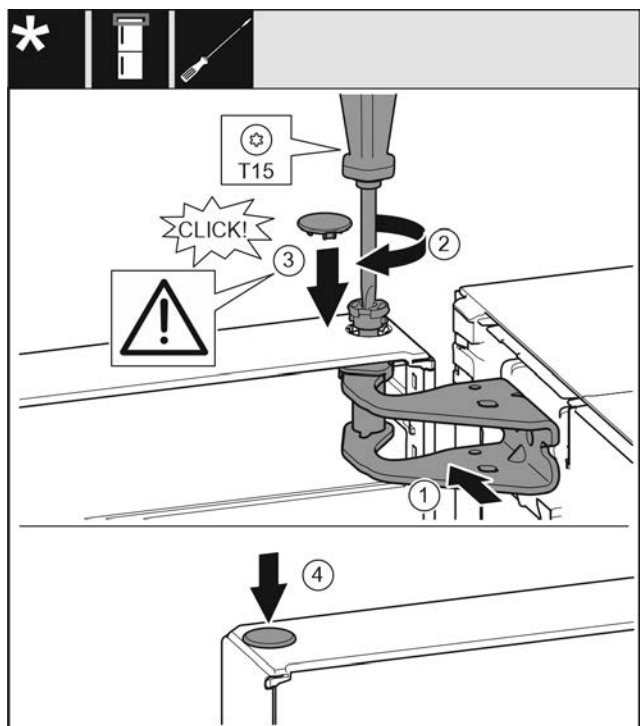

Fig. 19
- ▶ Выровняйте дверь вверх по отверстию в опорном кронштейне. *Fig. 19 (1)*
- ▶ Вставьте палец и затяните отверткой T15. *Fig. 19 (2)*
- ▶ Установите предохранительную крышку для защиты двери: Вставьте предохранительную крышку и проверьте, прилегает ли она к двери. В ином случае вставьте палец полностью. *Fig. 19 (3)*
- ▶ Вставьте заглушку. *Fig. 19 (4)*